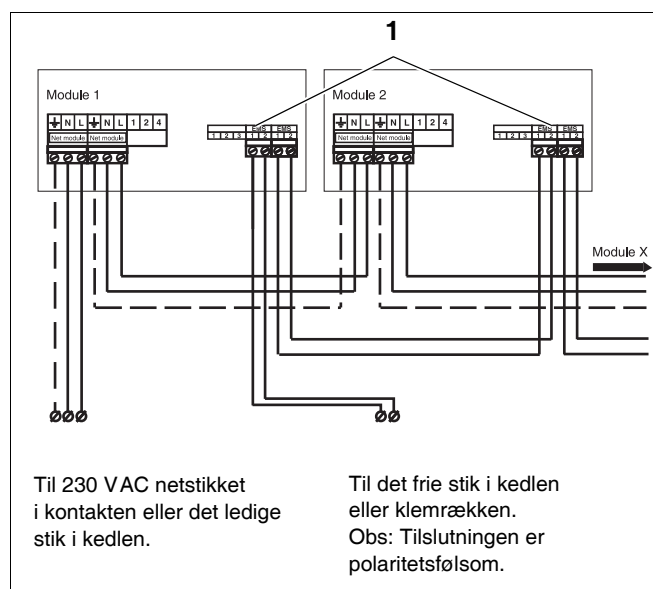
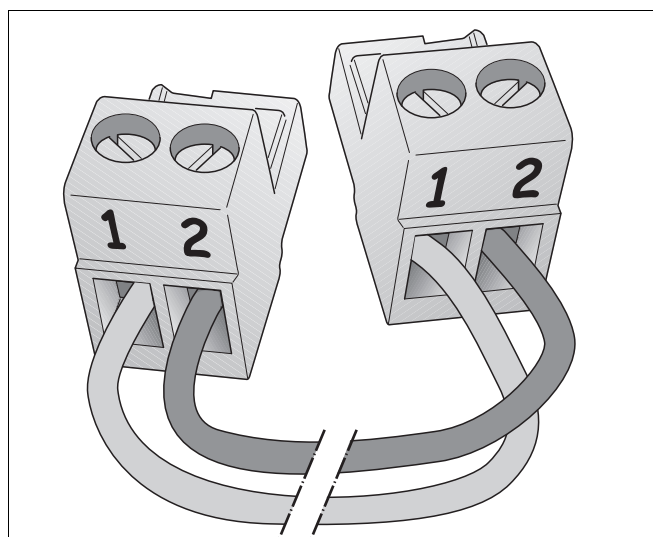
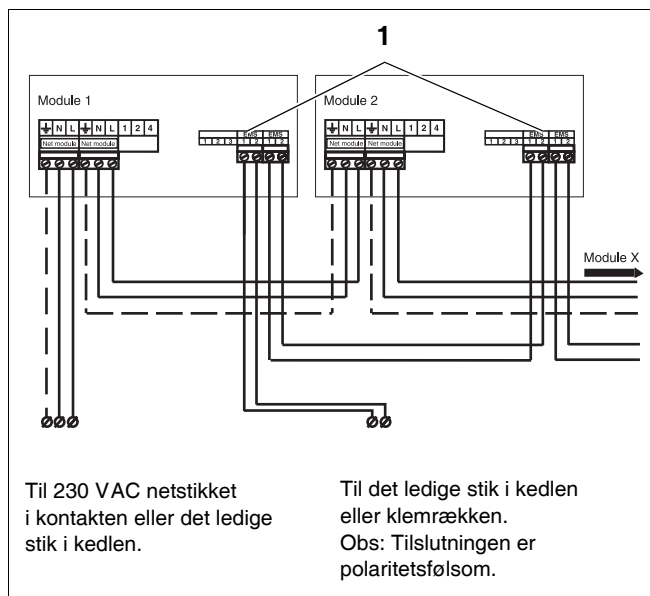

Fig. 49 Tilslutning af flere moduler
Fig. 50 Polaritet EMS-bus
Fig. 52 Tilslutning af flere moduler
- Slut det første moduls 230 VAC-netkabel til det følgende modul (fig. 49).
Bogstaverne RC eller EMS kan stå over tilslutningen på modulet (fig. 49 pos. 1).
- Hvis der anvendes flere moduler, kan EMS-bustilslutningen til det andet modul afgrænses fra det første modul. Anvend hertil kablet, som leveres med modulet (fig. 49 og 50).
- Slut kablet til fra klemme 1 til klemme 1 og fra klemme 2 til klemme 2 (fig. 49 og fig. 50).
- Slut kablet til fra klemme 1 til klemme 1 og fra klemme 2 til klemme 2 (fig. 50 og fig. 52).
- Slut den anden side af tilslutningskablet til EMS-bussen til det første modul (fig. 52).
- Slut det første moduls EMS-bustilslutningskabel til det følgende modul (fig. 52).
- Slut 230 VAC-netkablet til modulet (fig. 52). Hvis der anvendes flere moduler, kan 230 VAC-forsyningen til det følgende modul afgrenes fra det foregående modul ved hjælp af stikket, der leveres med, og et trepolet strømkabel på 0,75 mm² med sikkerhedskabel.
- Slut 230 VAC-forsyningskablet fra det foregående modul til det følgende modul (fig. 52).